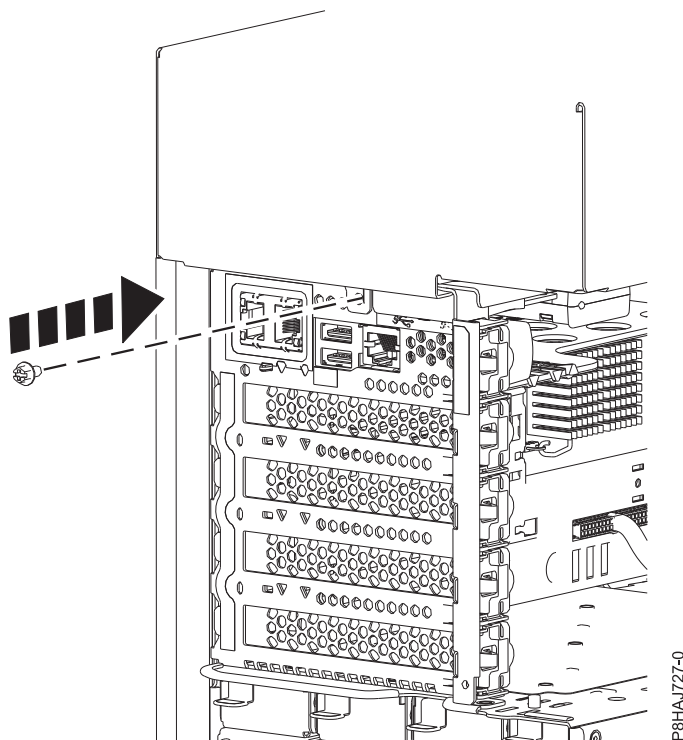

Figura 182. Instalar o parafuso da tampa lateral de 8286-41A
5. Instale o parafuso da tampa lateral com uma chave de fendas Phillips, conforme demonstrado em Figura 182 na página 220.